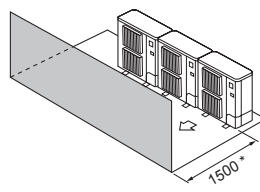

Fig. 2-15
- ③ Miejsce ograniczone tylko z przodu (Fig. 2-15)